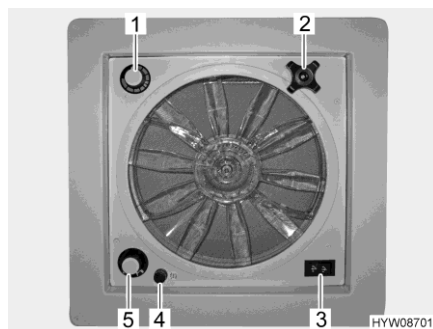

Bild 74 Taklucka med fläkt
► En säkring 4 A (Bild 74,4) skyddar fläktmotorn från överbelastning. Om en överbelastning har uppstått: Identifiera först orsaken och åtgärda den (t. ex. smutsig fläkt), byt säkringen först då.
Öppna takluckan: ■ Vrid på ratten (Bild 74,2) tills önskad öppningsvinkel har nåtts.
Ventilera/vädra: ■ Ställ vippreglaget (Bild 74,3) på "Ventilera" (luftström utifrån och in) eller "Vädra" (luftström inifrån och ut).
Stänga av fläkten: ■ Ställ vippreglaget (Bild 74,3) på mittläget.
Ställa in fläkthastighet: ■ Ställ in vridreglaget (Bild 74,5) på önskat steg:
- Skjut termostaten (Bild 74,1) i den blå riktningen så långt det går.
- Vrid med det svarta locket (Bild 74,4) ett kvarts varv moturs.